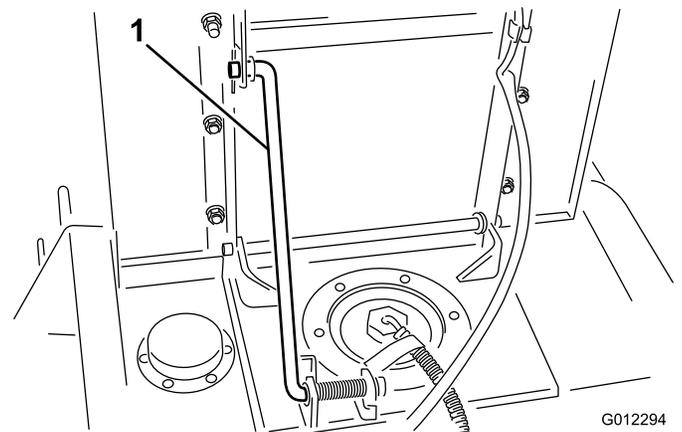

Bild 20
- Klappen Sie den Sitz hoch und stützen ihn mit der Sitzstützstange ab (Bild 20).